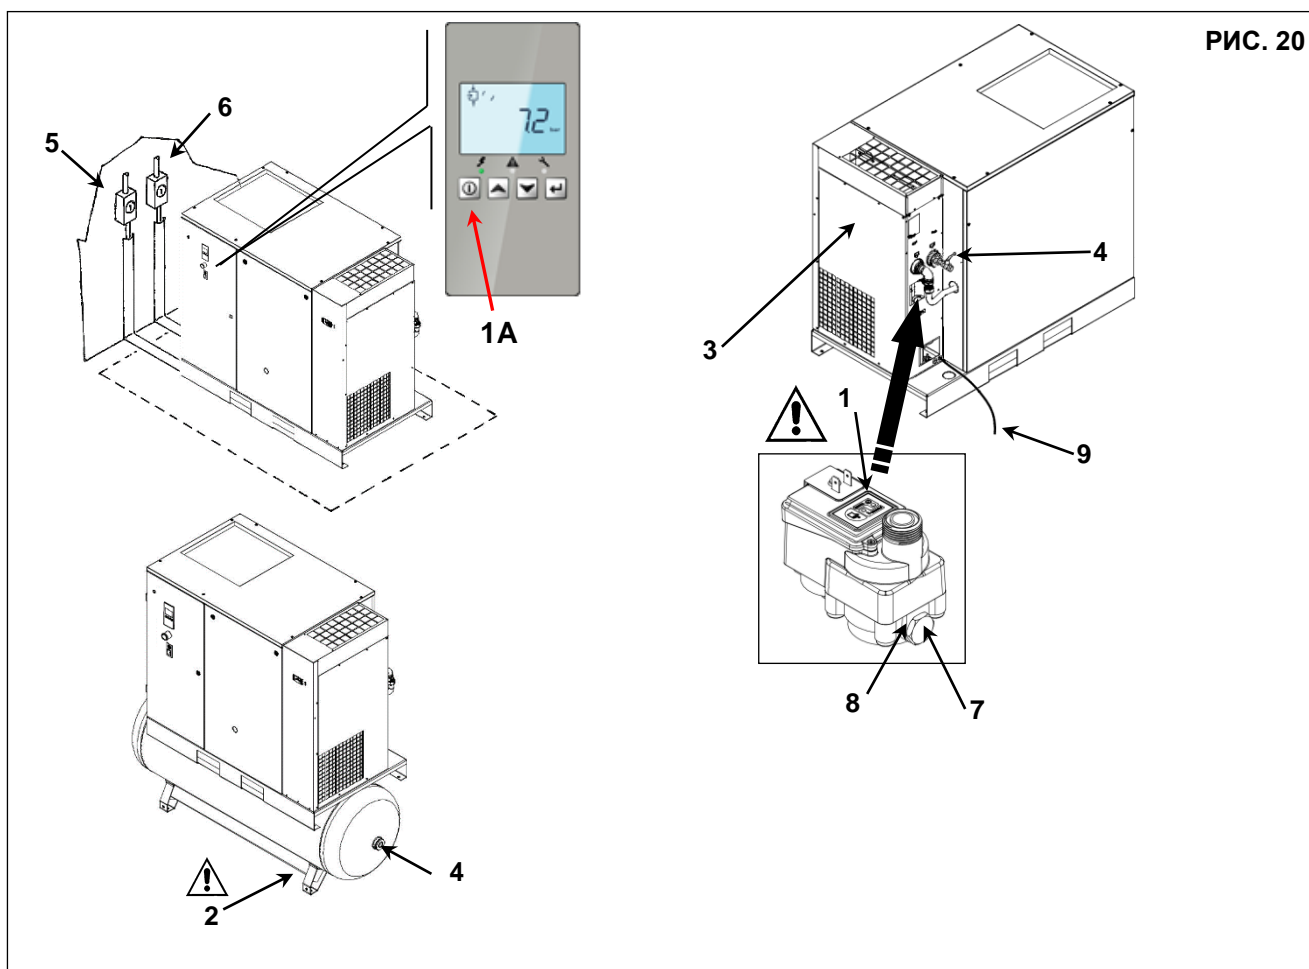

РИС. 20
Необходимо проверить блок автоматического и механического слива конденсата (поз. 1 каждые 500 часов и Поз. 2 каждые 24 рабочих часа) Рис. 20.
- Снимите панель, поз. 3, рис. 20.
- Нажмите кнопку "TEST", поз. 1, рис. 20, на несколько секунд для проверки корректности слива конденсата из дренажной трубы.
- Проверьте ручной слив конденсата из резервуара, чтобы убедиться, что конденсат правильно отводится из клапана, Поз. 9 Рис. 20 (ЕЖЕДНЕВНАЯ ПРОДУВКА).
- Установите панель, поз. 3, рис. 20
- Выключить машину кнопкой Поз. 1А Рис. 20: Таким образом, машина останавливается через 30 секунд холостого хода.
- Отключите питание при помощи разъединителя, поз. 5 рис. 20 (компрессор) и Поз. 6 Рис. 20 (на осушителе, если установлен).
- Снимите панель, поз. 3, рис. 20
- Сбросьте давление в осушителе, нажав кнопку слива конденсата "TEST", (приблизительно на 10-20 секунд) поз. 1, рис. 20 (машина без бака).
- Сбросьте давление в осушителе и ресивере, открыв сливной клапан Поз. 2 Рис.20 (машина с баком).
- Сбросьте давление с машины, открыв кран Поз. 2 Рис. 20.
- Снимите стопорное устройство (поз. 7, рис.20)
- Снимите фильтр, поз. 8, рис. 20
- Установите панель на место, поз.3, рис. 20
- Закройте сливной клапан Поз. 2, рис. 20